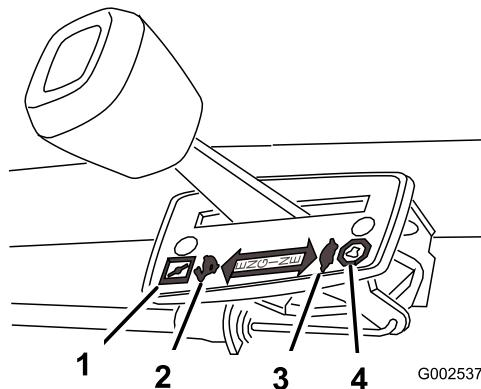

Figura 6
Le impostazioni dell'acceleratore sono riportate nella Figura 6.
3. Portate la leva dell'acceleratore in posizione Starter (Figura 6).
4. Portate il selettori della velocità di trazione in posizione di Folle (N).